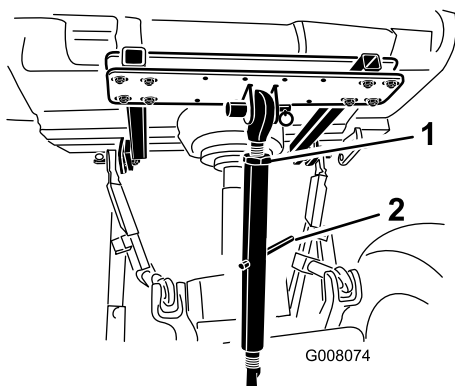

Figura 9
7. Gire el mecanismo de ajuste para apretar el brazo de enganche (Figura 9). No apriete demasiado para que no se levante del suelo la parte trasera del aireador.
8. Apriete la contratuerca para fijar la posición del brazo de enganche superior (Figura 9).